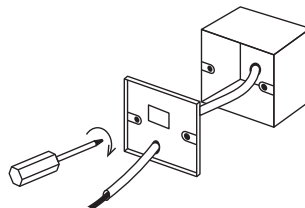

Рис. 3.
3. Как показано на рис. 3, закрепите винты 4×20мм вместе с задней крышкой на коробке, затем пропустите подводящие провода через заднюю крышку.